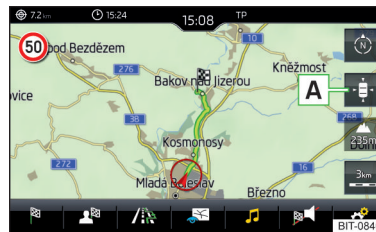

Fig. 236
► Pour le **Centrage carte**, appuyez sur la touche de fonction   » fig. 236.